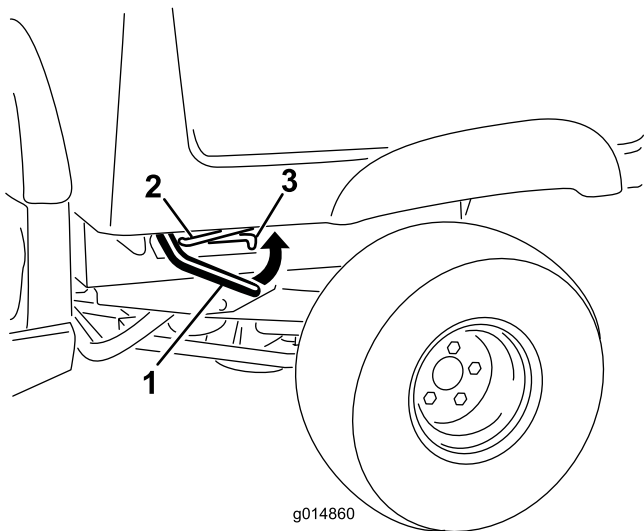

Figure 1
2. Levez le levier de chaque côté du plateau et relevez le plateau (Figure 1).
3. Placez la béquille de maintien dans la fente de verrouillage pour bloquer le plateau en position (Figure 1).